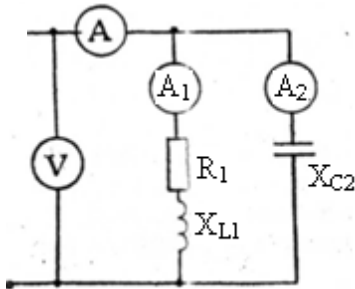

Рисунок 31 – Электрическая схема
**Задача 3.1** На рис.31 приведена схема электрической цепи переменного синусоидального тока с параллельным соединением двух ветвей. В первой ветви включена катушка, обладающая активным  $R$ , и индуктивным  $X_L$  сопротивлениями. Во второй параллельной ветви включен конденсатор, его емкостное сопротивление  $X_{C2}$ .